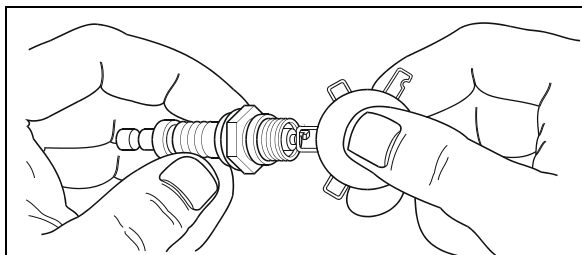

Figure 4-5 : Régler de l'écartement des bougies d'allumage
5. Vérifiez l'écartement des électrodes à l'aide d'une jauge d'épaisseur à fils. Voir Figure 4-5. Réglez l'écartement en pliant soigneusement l'électrode de masse à :